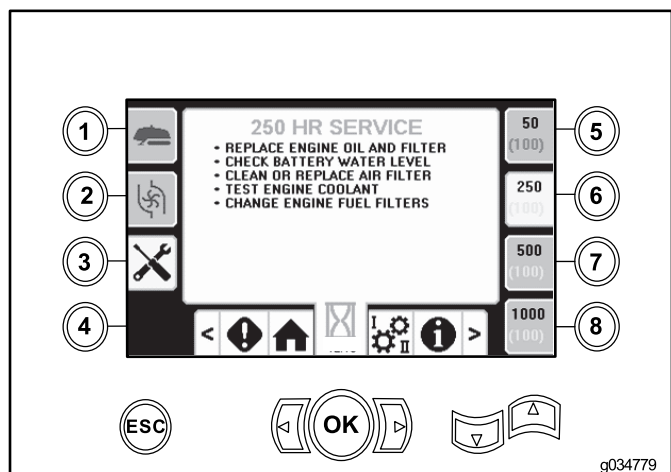

Рисунок 45
- Кнопка 6 – 250 часов (Рисунок 45)